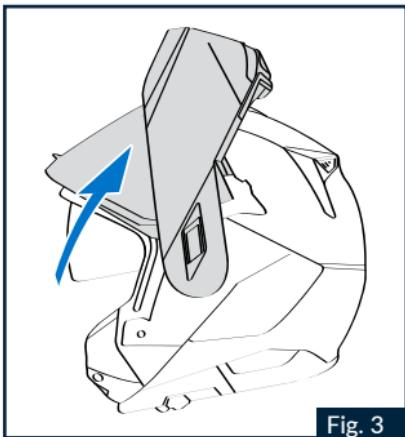
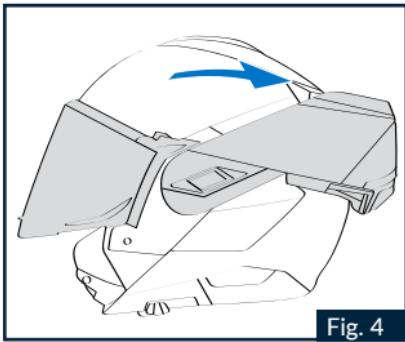

Fig. 3
Fig. 4
1.3 Tirare in avanti la mentoniera e accompagnarla nel suo movimento di rotazione verso l'alto (Fig.3) fino al raggiungimento della sua posizione di arresto sul retro della calotta (Fig.4)..
2.1 Far ruotare in avanti la mentoniera accompagnandola nel suo movimento di rotazione fino a sentire gli scatti del meccanismo di chiusura (Fig.3).